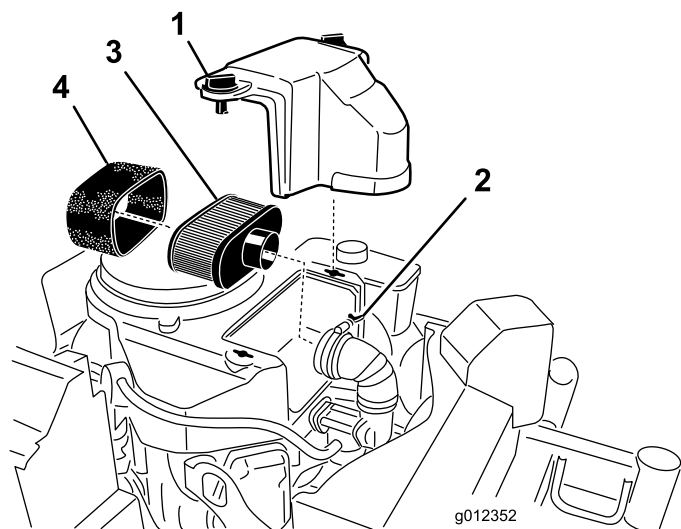

Bild 24
3. Reinigen Sie den Bereich um den Luftfilter herum, um zu verhindern, dass Schmutz in den Motor fällt und Schäden verursacht (Bild 24).
4. Schrauben Sie die Handräder los und entfernen Sie die Luftfilterabdeckung (Bild 24).
5. Schrauben Sie die Schlauchklemme los und entfernen Sie die Luftfilterabdeckung (Bild 24).
6. Ziehen Sie den Schaumeinsatz vorsichtig vom Papiereinsatz (Bild 24).
1. Reinigen Sie nicht den Papierfilter. Wechseln Sie ihn aus (Bild 24).
1. Schieben Sie den Schaumeinsatz vorsichtig auf den Papierluftfiltereinsatz (Bild 24).
2. Schieben Sie den Luftfilter auf das Luftfilterunterteil und befestigen Sie ihn mit den 2 Flügelmuttern (Bild 24).
3. Setzen Sie die Abdeckung des Luftfilters auf und ziehen Sie das Abdeckhandrad fest (Bild 24).